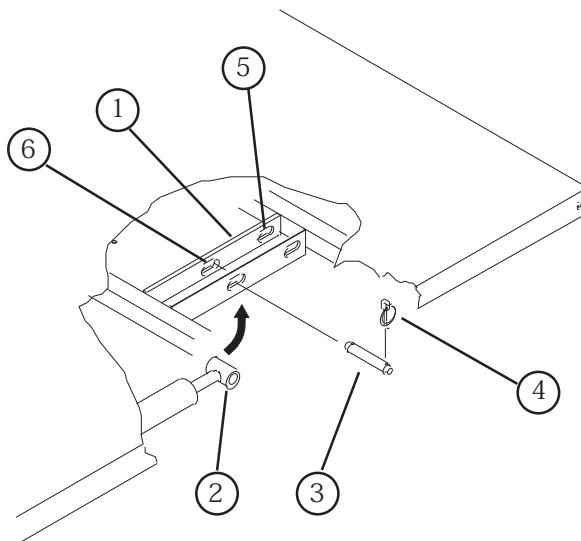

図9
- 各シリンダ・ロッドの外側端部からリンチ・ピンを外す(図9)。